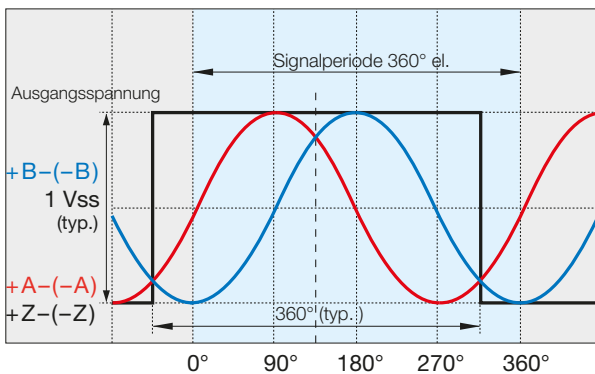

Bild 6-1: Signale des Sinus- und Cosinussensors, Vorwärtsbewegung entspricht ansteigendem Winkel
Bei den analogen Sinus- und Cosinusignalen +A (+Sin), -A (-Sin), +B (+Cos) und -B (-Cos) wertet die Steuerung das Verhältnis der Signalamplituden aus und interpoliert aus den Signalen die genaue Position innerhalb einer Periode (Bild 6-1). Bei einer Bewegung über mehrere Perioden zählt die Steuerung auch die Anzahl der Perioden.
- ein polperiodisches Referenzsignal (Periode = 1 mm, Breite Referenzsignal = Flankenabstand, Bild 6-1). Wenn mehrere Referenzsignale übertragen werden müssen, muss ein externer Auswahlschalter an das gewünschte Referenzsignal montiert werden.